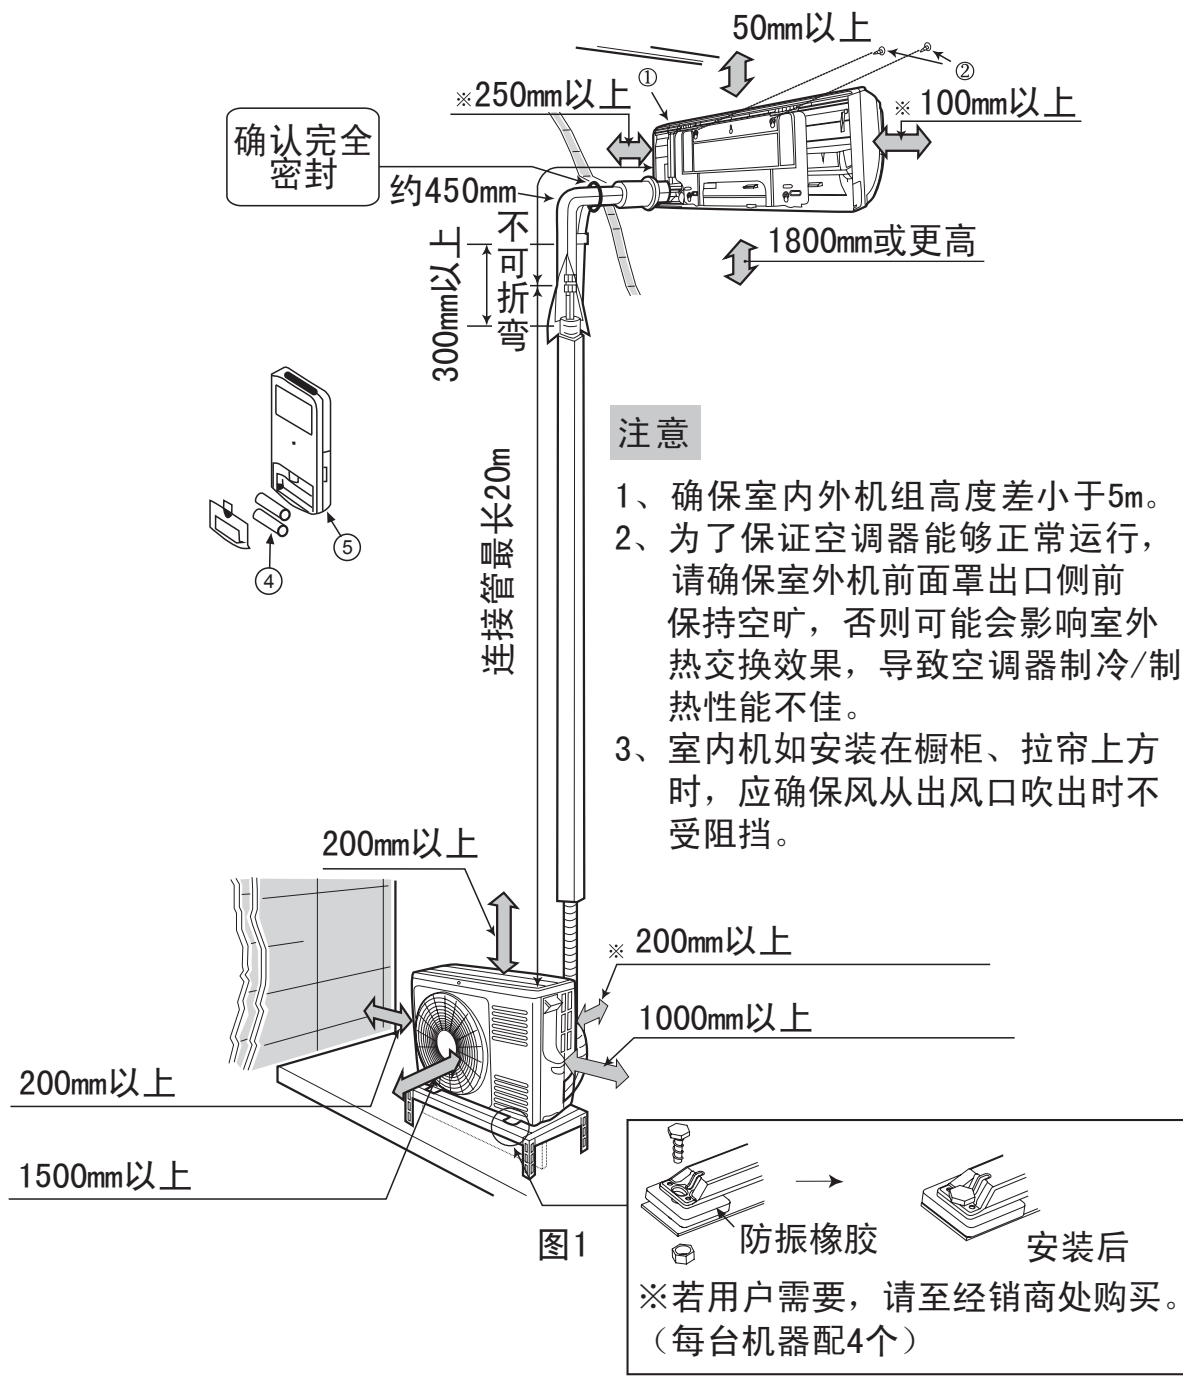

图1
- 1. 示图1是连接配管安装成形。
- 2. 根据总装示图1结合对应附件按要求牢固安装。
- (1) 为了便于修理，室内机组旁边应如图1般保留空间。
- (2) 室内机组应安装于超过地面180厘米以上处。
- (3) 铜管可以从室内机组后边、下边和左、右边引出，如从左边引出，应注意确保冷凝水流畅，不然的话冷凝水可能漫流至房内。无论管子从哪边引出，安装前都应使管子处于便于连接的状态。
- (1) 如图1所示保留室外机组旁的空位，避免任何障碍物妨碍通风系统。
- (2) 尽量安装于房屋的东或北方。如装于南或西方是无可避免时，应有遮盖物遮盖。
- (3) 最好不要安装在污秽或雨淋的地方。
- (4) 尽量靠近室内机组安装。